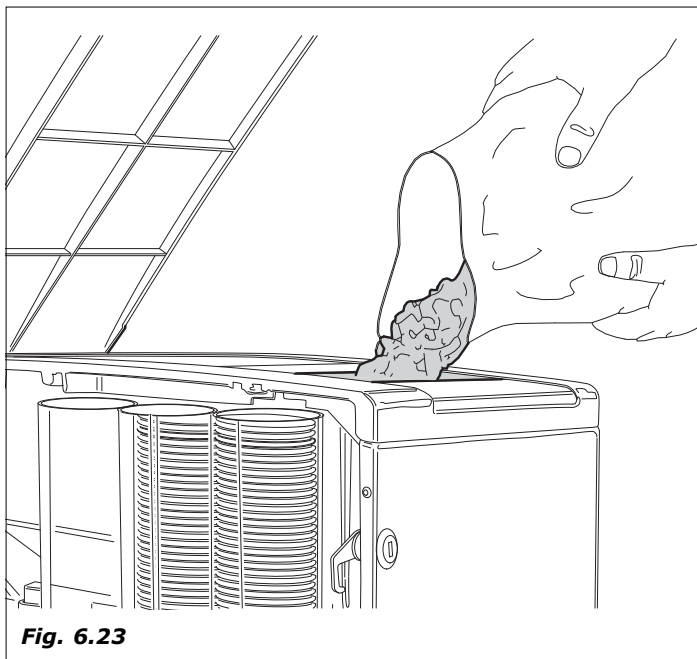

Fig. 6.23
- Enlever les couvercles de chaque bac et remplissez ce dernier suivant l'étiquette reportée sur le bac lui même (figure 6.23 - 6.24).